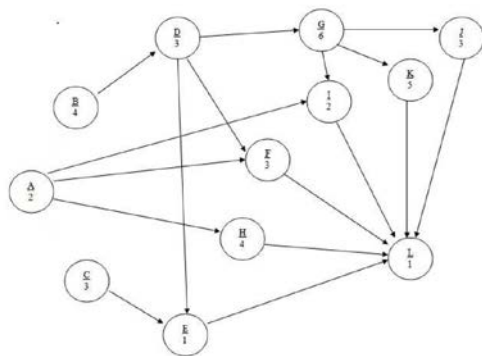

Рис. 1. Пример сетевой диаграммы проекта
1. По представленной на рис. 1 диаграмме рассчитайте критический путь проекта.